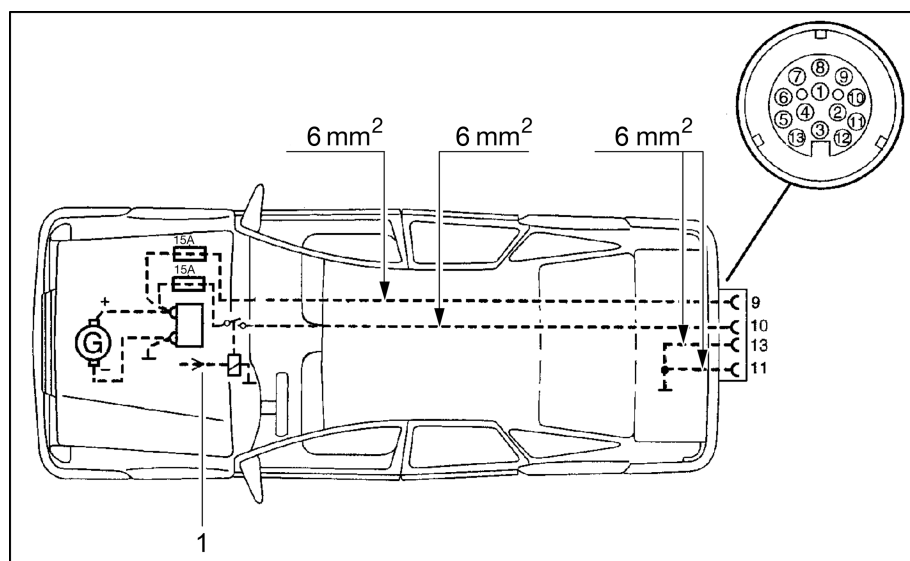

Fig. 100 Plano de instalación del vehículo tractor
- ▷ Equipar posteriormente el vehículo tractor con los cables de secciones correspondientes y un relé para la fuente de alimentación (controlado por el encendido) (ver Fig. 100).